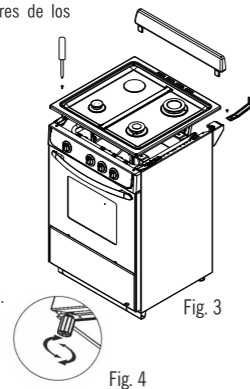

Fig. 4
- Para que la cocina quede perfectamente asentada, regule la posición de las dos patas traseras girándolas hasta encontrar la nivelación perfecta (Fig. 4).